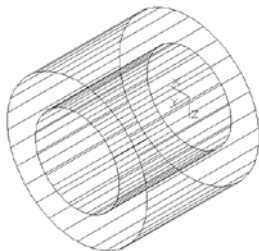

图 11.2 设置系统变量 ISOLINES 后的图形效果
- （3）在菜单栏中选择【视图】/【重生成】命令，可以在绘图窗口中看到改变的素材图形的线框，效果如图 11.2 所示。